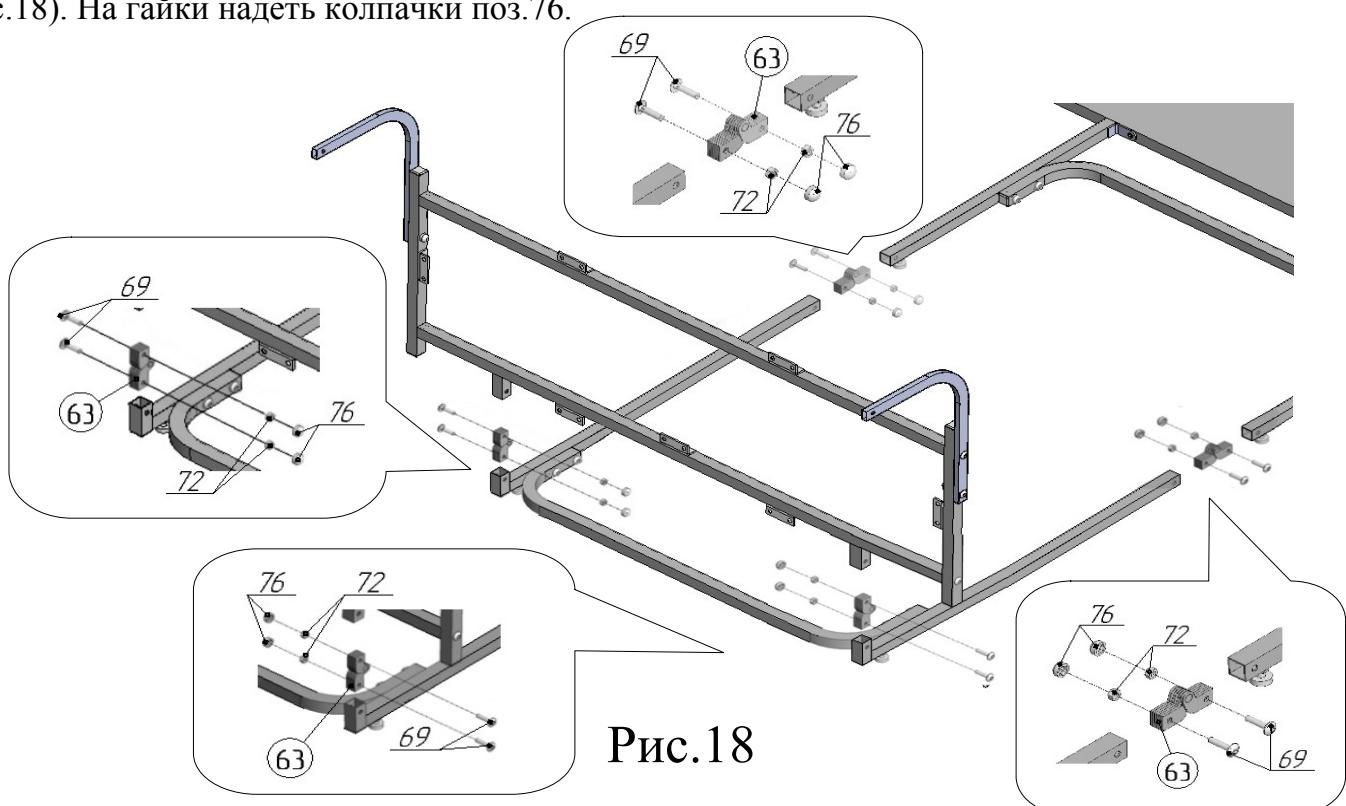

Рис.18
22. Соединить узлы, собранные в пунктах 19, 20, 21 друг с другом, используя шарниры с заклёткой поз.63, Винт M6x25 поз.69, гайку M6 со стопорным кольцом поз.72 (рис.18). На гайки надеть колпачки поз.76.